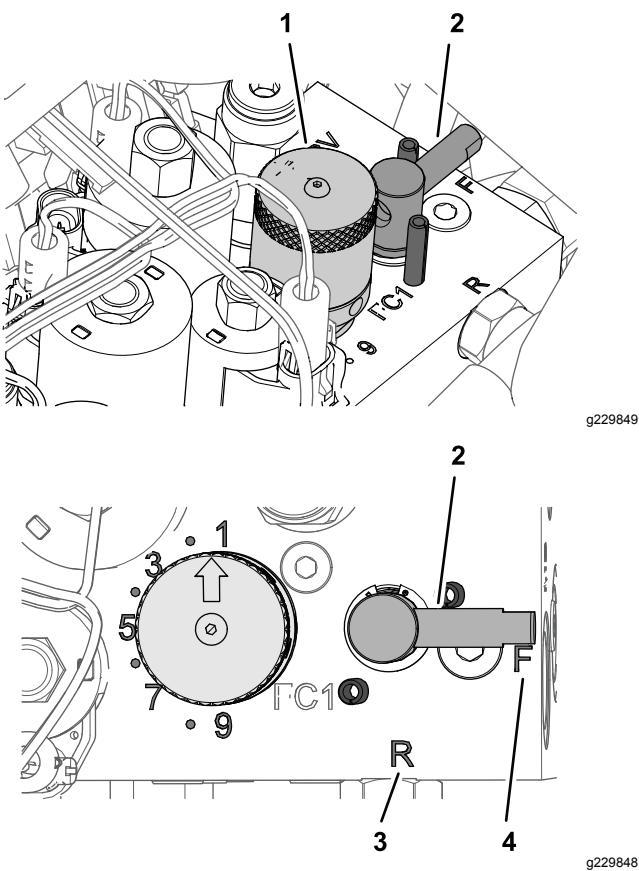

Bild 55
4. Drehen Sie den Läpphebel in die R-Stellung (Bild 55).
5. Drehen Sie das Handrad für die Spindeldrehzahl auf die Einstellung 1 (Bild 55).